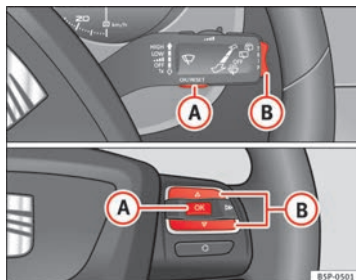

Fig. 40 Teclas basculantes A y B. Mandos en volante.
- Con el encendido conectado, pulse brevemente la tecla **⇒ fig. 40 A** de la palanca del limpiacristales para cambiar de una memoria a otra o pulse la tecla **A** de los mandos al volante **⇒ fig. 40**.